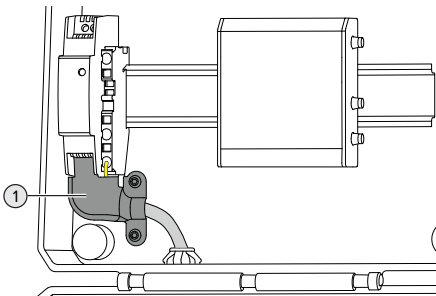

Fig. 7: Calotta di copertura montata correttamente
- ▶ Verificare che la calotta di copertura sia montata come nella fig. 7.